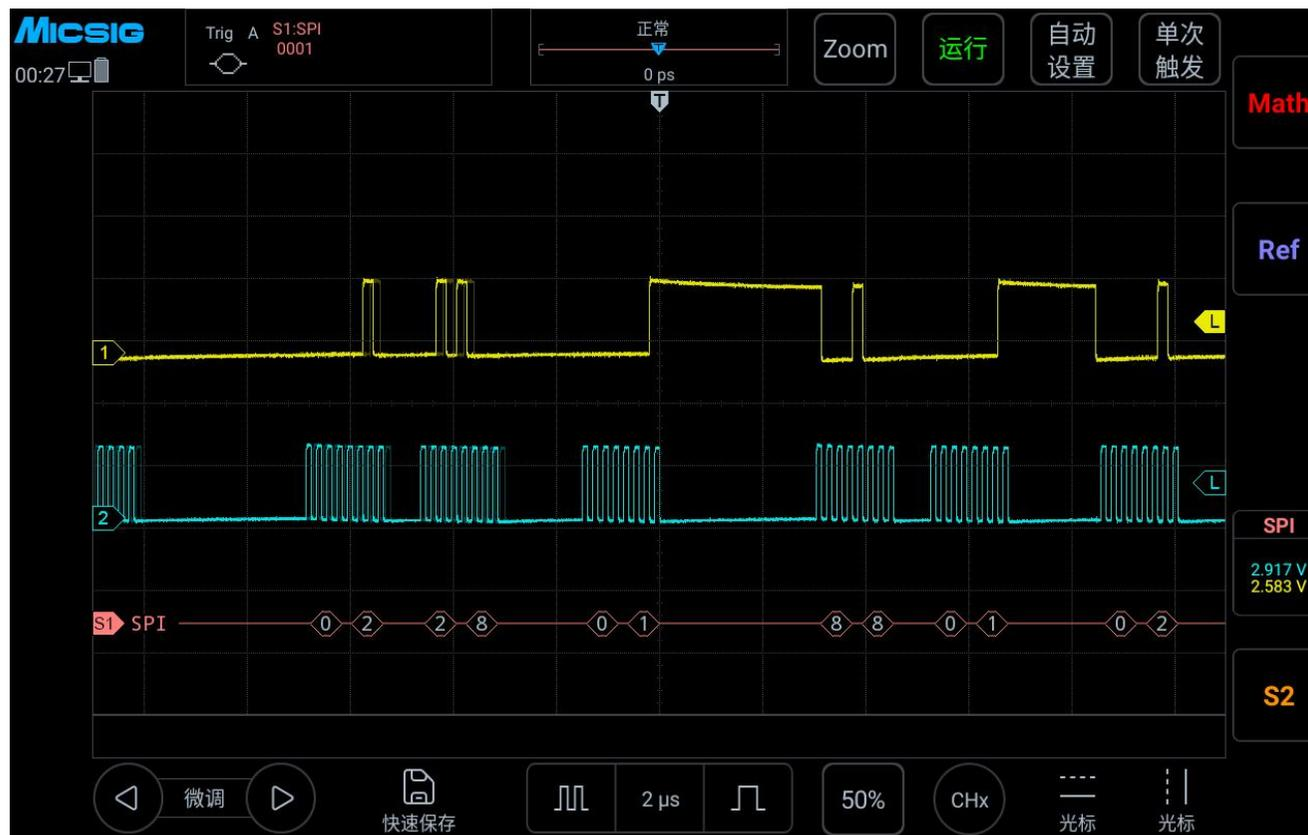

图 12-20 SPI 图形界面
(3) 打开触发设置菜单，触摸屏上点按数据，使用虚拟软键盘设置要匹配的数据为“0001”；
(4) 依据信号幅值调节 2 个通道阈值电平； SPI 触发图形界面见图 12-20：